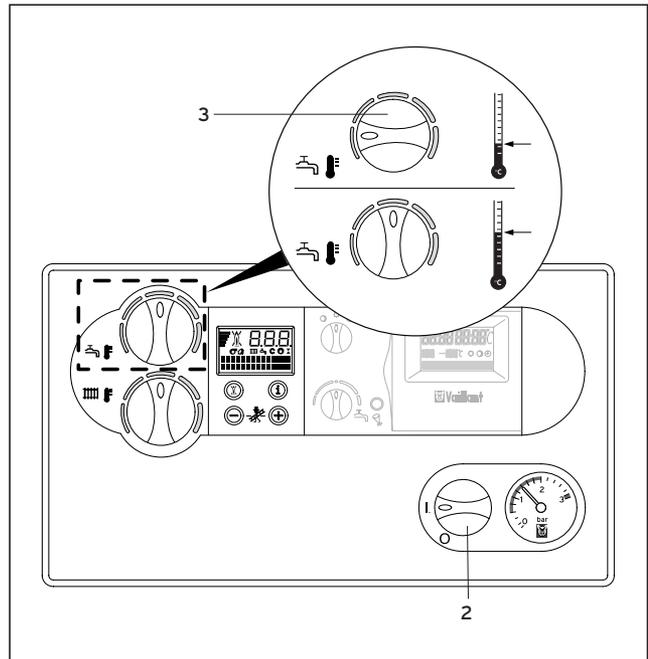

Abb. 3.7 Warmwasserbereitung mit VCW-Geräten
3.3.1 Warmwasserbereitung (Abb. 3.7)
Bei einer Wasserhärte von mehr als 3,57 mol/m³ (20 °dh) stellen Sie bitte den Drehknopf (3) maximal in die Mittelstellung (Abb. 3.7).